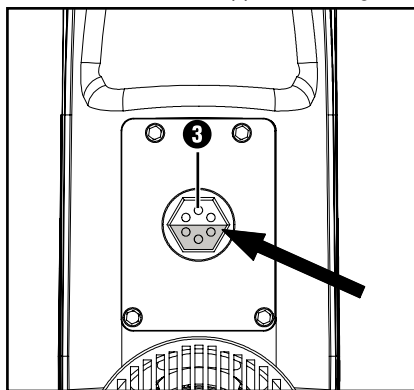

Fig. 1
- ♦ Regardez dans le hublot de contrôle de l'huile **3** sur le dessous de l'appareil si suffisamment d'huile se trouve dans l'appareil (voir fig. 1).